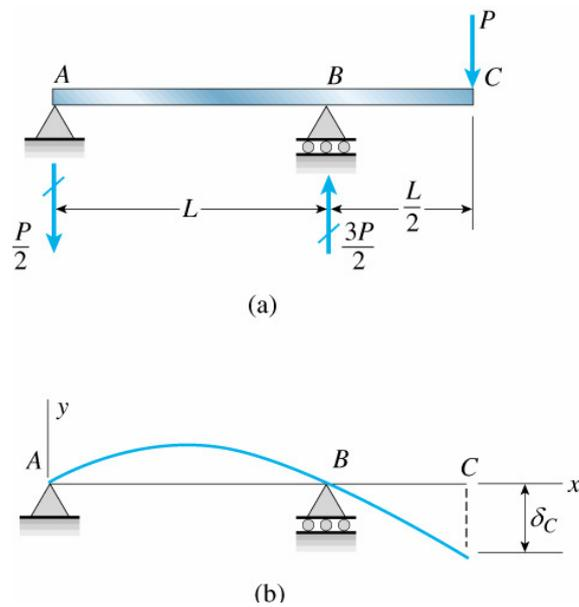

Figura 13 – Deflexões de uma viga em balanço.
2. Uma viga simples  $AB$  com um balanço  $BC$  suporta um carregamento concentrado  $P$  na extremidade do balanço (Figura 13). A extensão principal da viga tem comprimento  $L$  e o balanço tem comprimento  $L/2$ . Determine as equações da curva de deflexão e a deflexão  $\delta_C$  na extremidade do balanço. Use a equação diferencial de terceira ordem da curva de deflexão( a equação da força de cisalhamento). A viga tem rigidez de flexão  $EI$  constante.
3. A curva de deflexão para uma viga simples AB como apresenta a Figura 13 é dada pela seguinte equação: